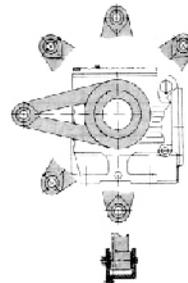

图21
4.5.3 ESAT 系列圆柱蜗杆减速机、NMRV 蜗轮减速机防转臂安装如图 21 所示。